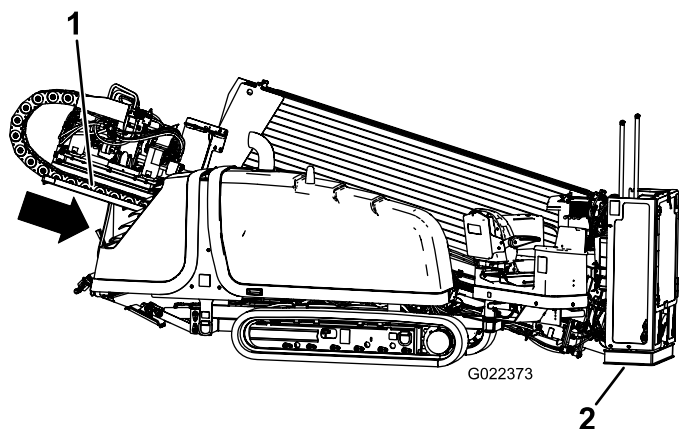

Figura 78
- Baje el bastidor de empuje, inclinando el bastidor de perforación hasta que la chapa toque el suelo (Figura 78).